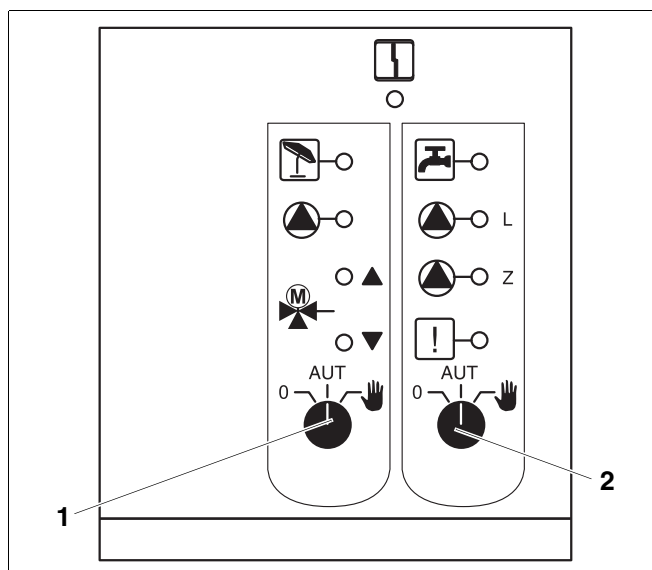

Fig. 13 FM441
Interrupteur manuel circuit de chauffage (fig. 13, **pos. 1**) et ECS (fig. 13, **pos. 2**)